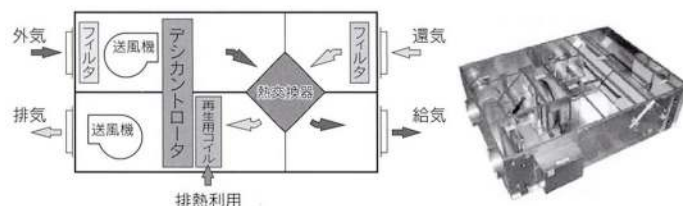

図6 デシカント空調機のイメージ
2) デシカント空調機 (図6)
業務用分野では5000CMHクラス以上のデシカント空調機は空調負荷(潜熱)低減、冷凍ショーケースデフロスト運転時間低減に効果があることが認知され、最近スーパーマーケット等に導入されている。排熱用途が少ないMCGSが導入される規模の物件では、1000CMHクラスが中心になると考え、現在図6のようなビルトインタイプのデシカント空調機の開発に取り組んでいる。